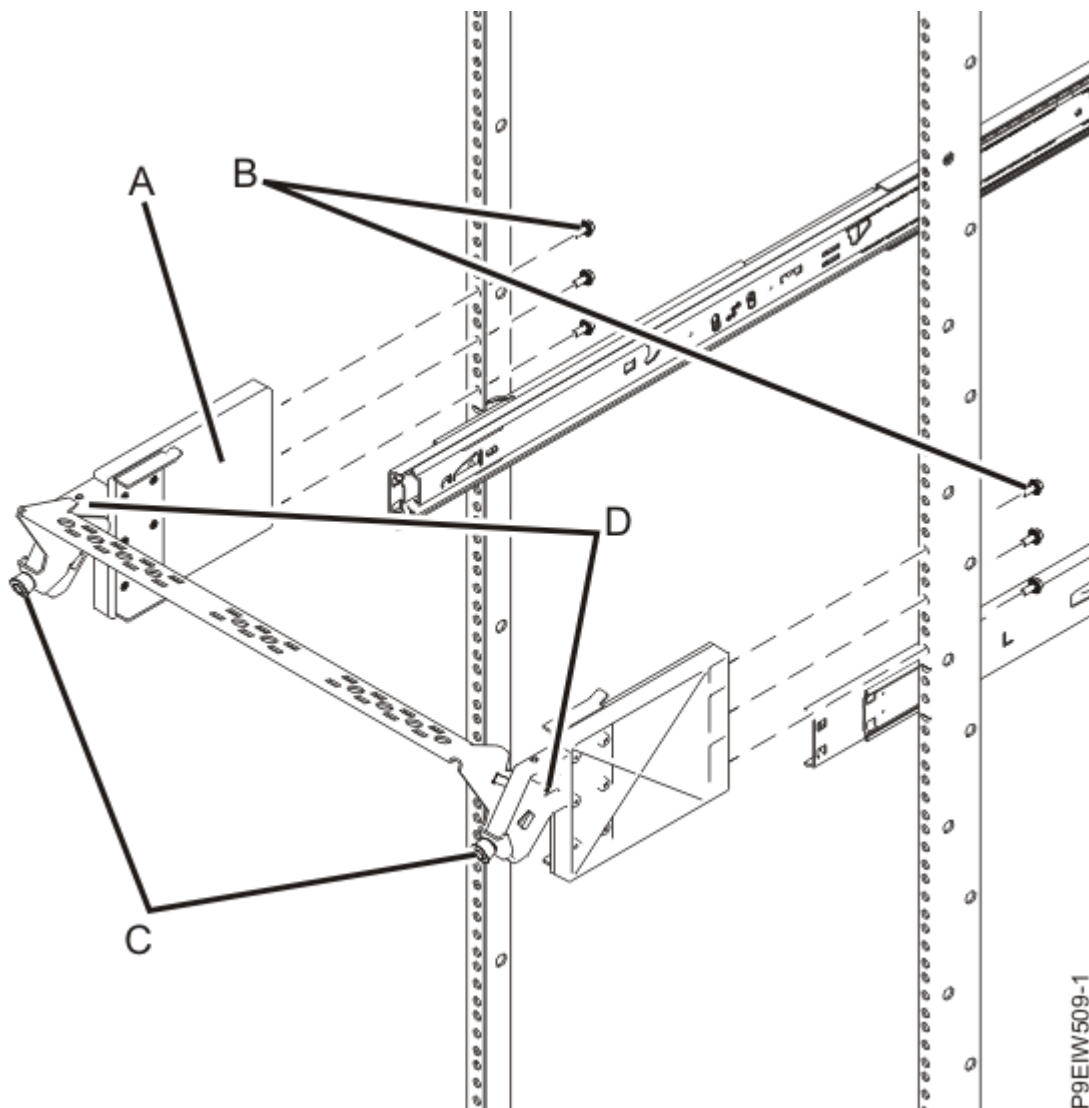

Figura 1. Conectando o suporte de gerenciamento de cabos ao rack
3. Monte o suporte de gerenciamento de cabos conectando a barra do organizador de cabos aos suportes de gerenciamento de cabos, usando dois parafusos M3 (**D**), como mostrado na Figura 1 na página 7.
- b. No interior do rack, instale três parafusos (**B**) através dos flanges do rack e no suporte de gerenciamento de cabos (**A**), como mostrado na Figura 1 na página 7.
5. Ajuste o suporte de gerenciamento de cabos de acordo com suas necessidades, puxando os parafusos de aperto manual (**C**) e inclinando o suporte, como mostrado na Figura 1 na página 7.